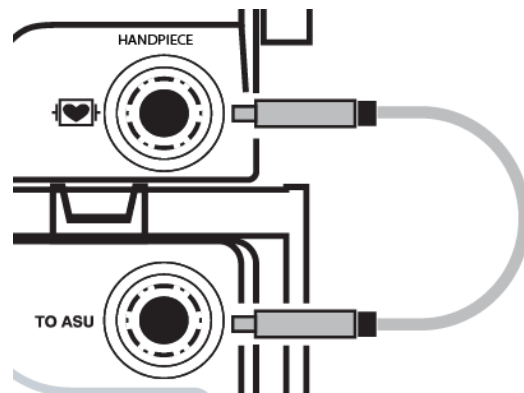

Figura 6: Conectarea cablului de interfață RF (panourile frontale ASU/ASB)
5. Conectați ambele conectori la prizele pentru piesa de mână de pe panoul (panourile) frontal(e) al(e) ASU și ASB până când se aude un clic; conectorii sunt concepuți în așa fel încât să se alinieze (a se vedea **Figura 6**).